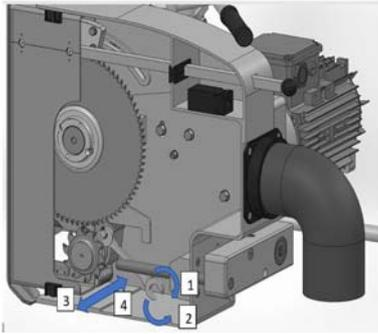

Abb. 34: Einstellen der Vorritzeinrichtung Teil 2
Schritt 3: Die Schraube für die Schnitteinstellung (Abb.34) des Messers bewegt sich 1 mm, sobald es um eine Umdrehung gedreht wird.